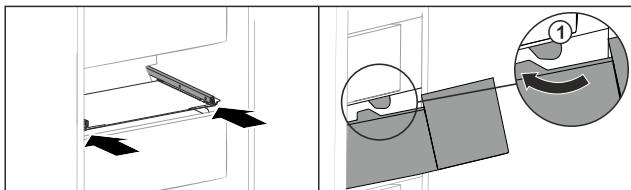

Fig. 151
- Обвести висувний ящик навколо стопора Fig. 151 (1).